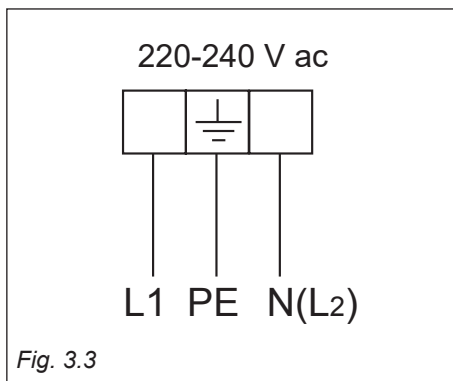

Fig. 3.3
- Il cavo deve essere connesso alla morsettieria secondo lo schema di fig. 3.3.